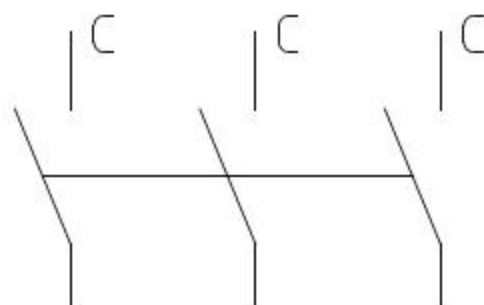

图8-89 绘制标注文字
- 10 调用MT【多行文字】命令，绘制标注文字C，结果如图8-89所示。